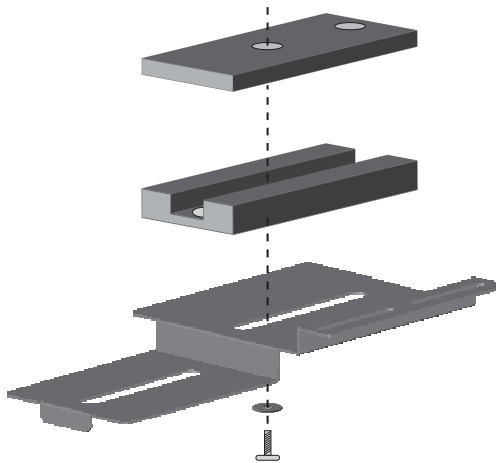

Figure 5.3 Entretoises pour le montage d'objectif zoom et de caméra
- Combinez les entretoises 4 mm et 9 mm fournies pour installer la caméra et la platine de type A proposée en option (utilisez des combinaisons différentes d'entretoises de sorte que l'objectif de la caméra soit au centre de la fenêtre). Utilisez la vis de 1/4-20 x 5/8" et une grande rondelle plate afin de fixer la caméra et l'entretoise à la platine, comme indiqué dans l'illustration *Figure 5.3*.